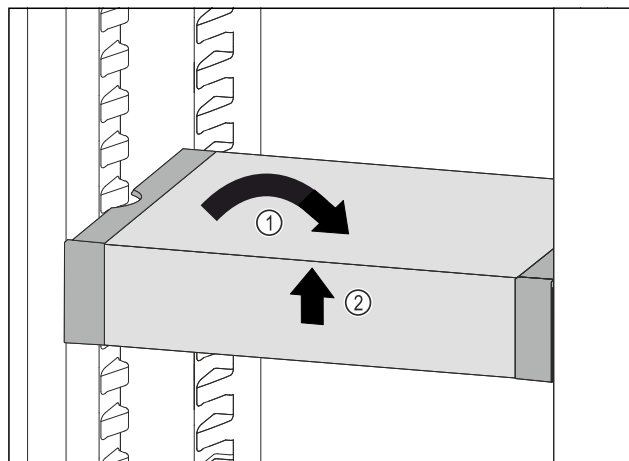

Fig. 168
- Вирівняти VarioSafe. Fig. 168 (1)
- Підняти VarioSafe спереду. Fig. 168 (2)